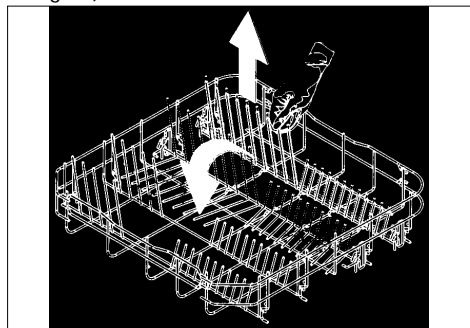

fig. 10
- Les égouttoirs peuvent être repliés (voir fig. 10) selon le modèle.